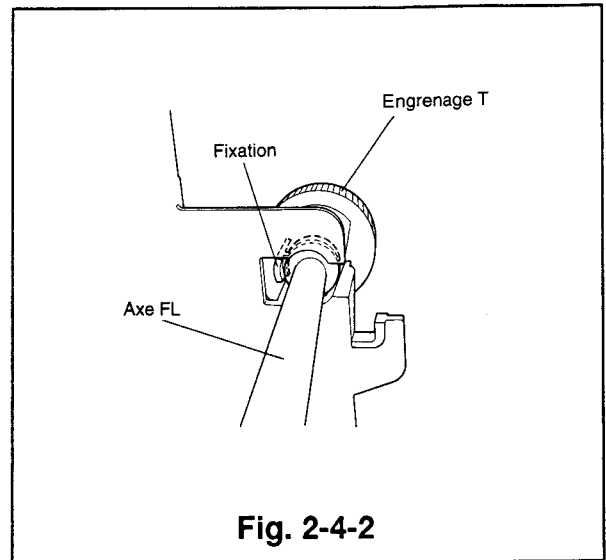

Fig. 2-4-2
- 1) Suivre la méthode de démontage décrite dans les items 1 à 5 du Para. 2-2.
- 2) Défaitez la fixation qui maintient l'engrenage T depuis l'intérieur du logement de la cassette pour enlever l'axe FL auquel sont attachés les engrenages S et T. (Se référer à la Fig. 2-4-2)